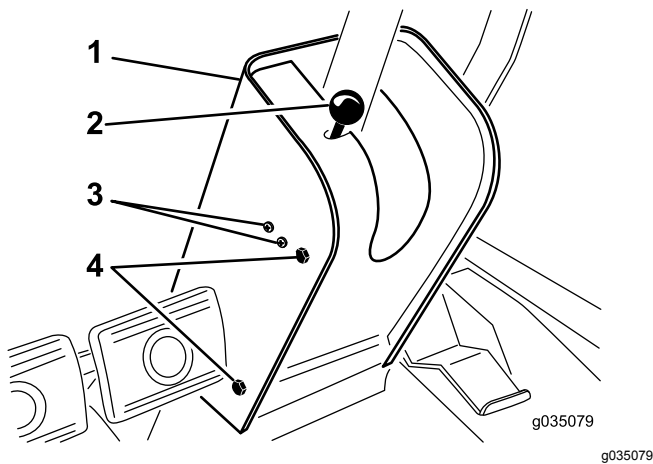

Bild 72
- Nehmen Sie das Handrad von der Feststellbremsstange und die Schrauben von der Abdeckung der Lenksäule (**Bild 72**).
- Lösen Sie die Schrauben und Muttern, mit denen der Schalter für die Feststellbremse links an der Lenksäule befestigt ist (**Bild 72**).